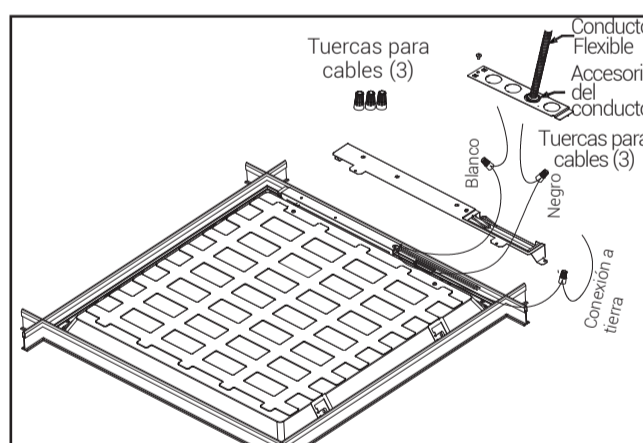

Figure 4.
- Use las tres tuercas para cables y conecte el cable de conexión a tierra al cable de suministro de tierra, el cable negro (línea) al cable de suministro negro y el cable blanco (neutro) al cable de suministro blanco (Fig. 4).